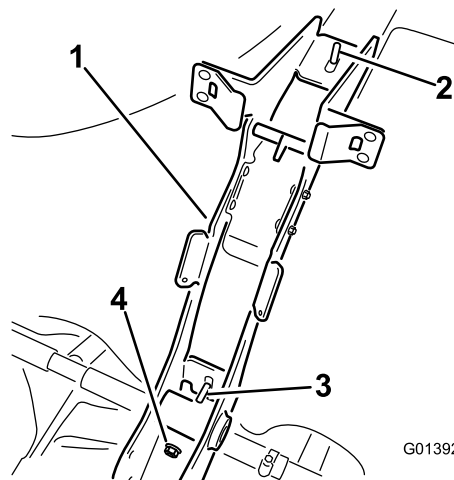

Figura 4
7. Prenda a estrutura de suporte principal na cinta do depósito (Figura 4) utilizando 2 porcas flangeadas (3/8 pol.).